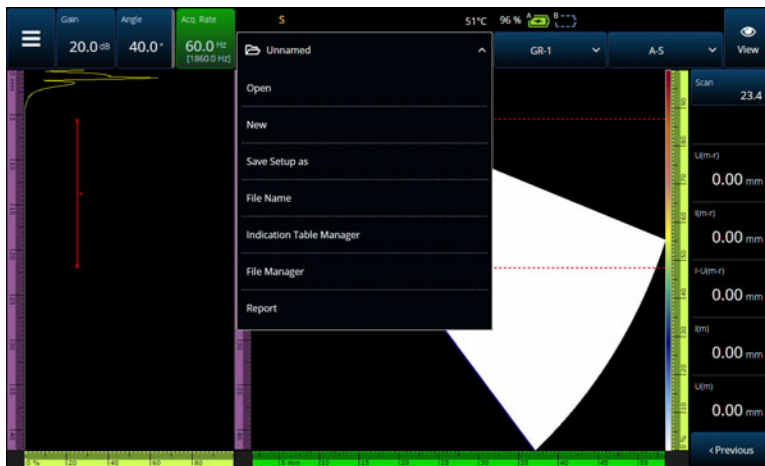
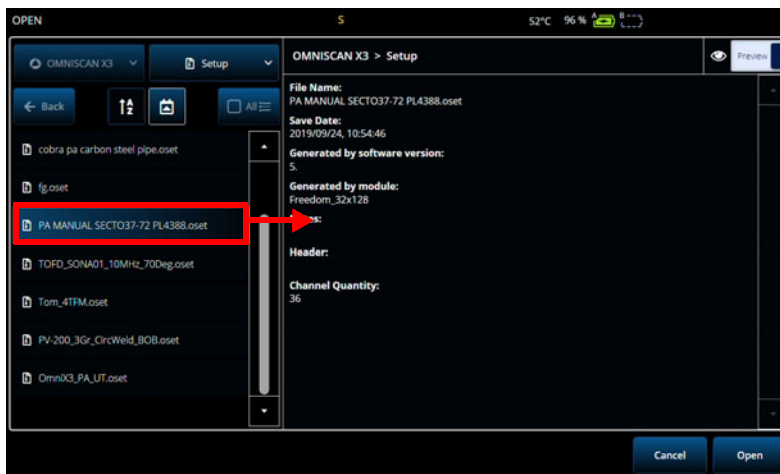

図 6-1 File（ファイル）メニュー
図 6-2 Open (開く) メニュー
探傷の設定とデータはファイルを使用して保存および整理し、レポートにまとめます。📁 File（ファイル）メニューを使用すると、各種のファイルパラメーター、Report（レポート）ツール、File Manager（ファイルマネージャ）にアクセスできます（205 ページの図 6-1）。
- 設定ファイルを保存するには、**File (ファイル) メニューで Save Setup As (設定ファイル保存)** を選択します (205 ページの図 6-1)。
- ファイルを開くには、**File (ファイル) メニューで Open (開く)** を選択し (205 ページの図 6-1)、ファイルが置かれているディレクトリを選択します。ファイルタイプを選択して、設定ファイルまたはデータファイルを開くことができます。**Filter (フィルター)** アイコンを使用してファイルをアルファベット順や日付順にしたり、選択したファイルをプレビューしたりすることもできます (206 ページの図 6-2)。